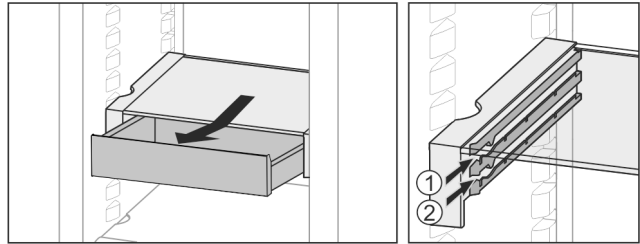

Fig. 31
- ▶ Op een willekeurige hoogte Fig. 31 (1) of Fig. 31 (2) erin schuiven.